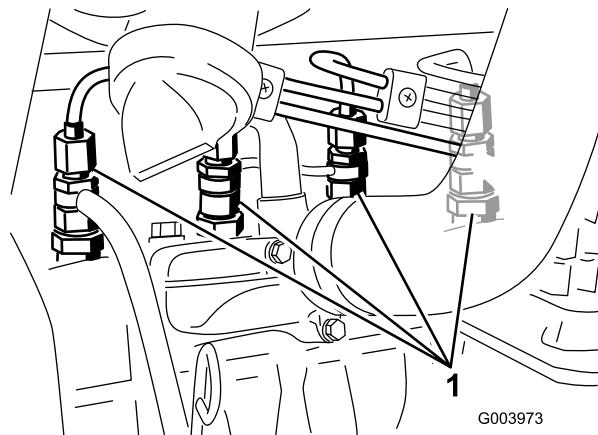

Figure 38
- Desserrez le raccord entre l'injecteur n° 1 et le porte-injecteurs (Figure 38).